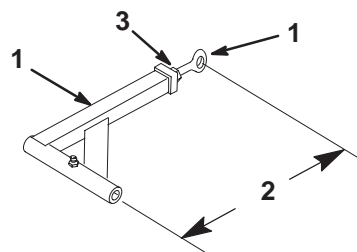

Bild 63
1. Zum Einstellen der Schubarme lockern Sie die Klemmmutter und drehen das Kugelgelenk jeweils um eine Drehung entgegen dem Uhrzeigersinn (Bild 63).
2. Stellen Sie beide Seiten gleich ein. Jeder Schubarm sollte eine Nennlänge von 389mm haben (Bild 63).